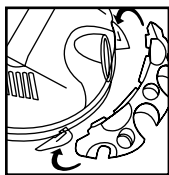

FIGURE 10
10. Placez-vous derrière l'appareil. Saisissez le porte-outils et positionnez-le avec les ongles face au dos de l'appareil. **FIGURE 10.**